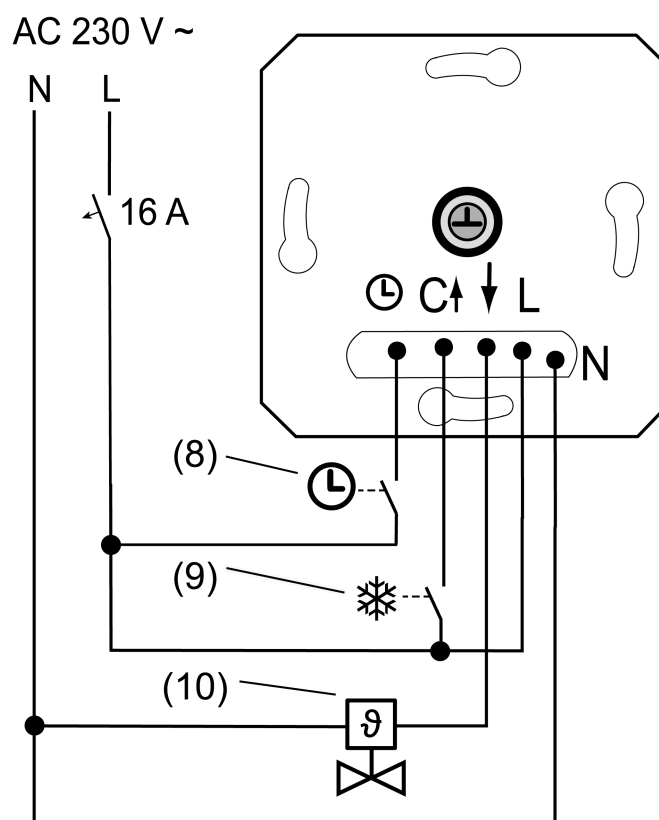
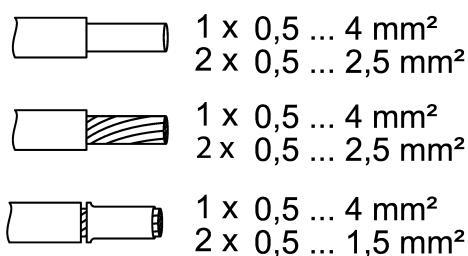

Figura 2: Ejemplo de conexión del mecanismo
Figura 3: Sección transversal enchufable del conductor
- Conectar el actuador de válvula electro térmico (10) al mecanismo (1) según el plan de conexiones (véase figura 2). Tener en cuenta las secciones transversales del conductor (véase figura 3).
- Opcionalmente, conectar la entrada del funcionamiento de descenso ☺ a través de un contacto de conmutación de un reloj central (8). Si hay 230 V en la entrada, la temperatura de consigna ajustada se reduce en 4 °C.
- Opcionalmente, conectar la entrada de refrigeración C a través de un contacto de conmutación de la instalación de calefacción (9). Si hay 230 V en la entrada C, el modo de refrigeración se encuentra activo. Si